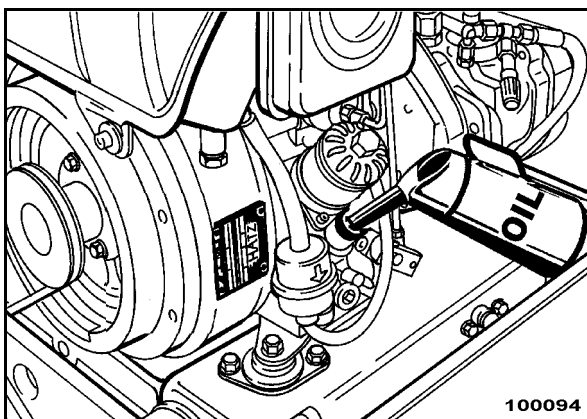

Рис. 62
- Залить новое моторное масло в маслосливное отверстие (Рис. 62).